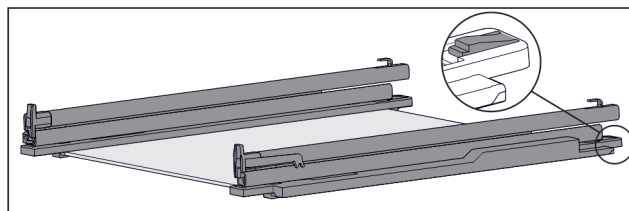

Fig. 132 Glasplatte mit Schienen und Halteteilen
- Halteteil hinten herunterdrücken (siehe Fig. 132) und gleichzeitig Schiene nach hinten schieben.